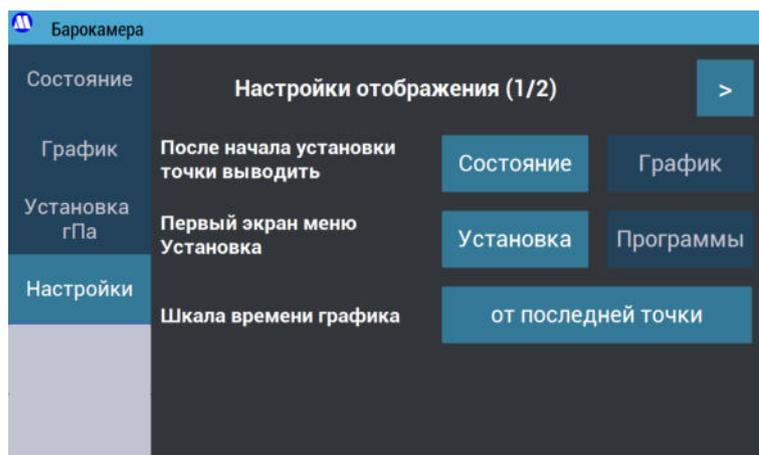

Рисунок 15 – Экран «Настройки отображения», страница 1.
- 7.3.12.1. Кнопка «**Настройки отображения**» открывает меню (Рисунок 15), в котором есть возможность выбора (первая страница):